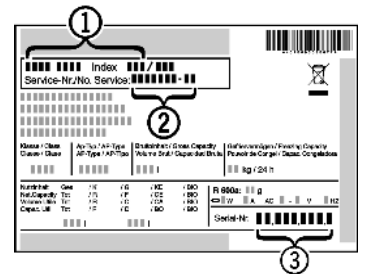

Fig. 13
- ▶ Gerätebezeichnung *Fig. 13 (1)*, Service-Nr. *Fig. 13 (2)* und Serial-Nr. *Fig. 13 (3)* vom Typenschild ablesen. Das Typenschild befindet sich an der linken Geräteinnenseite.
- ▶ Den Kundendienst benachrichtigen und den Fehler, Gerätebezeichnung *Fig. 13 (1)*, Service-Nr. *Fig. 13 (2)* und Serial-Nr. *Fig. 13 (3)* mitteilen.